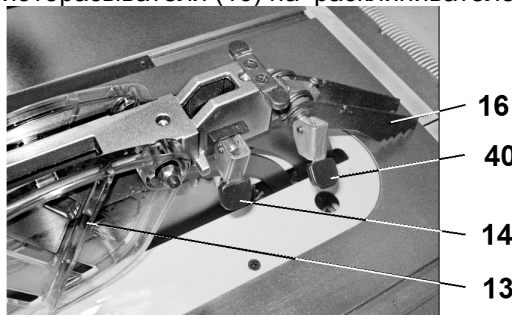

Рис.20
8.6. Установка защитного кожуха и антиотбрасывателя (Рис.20)